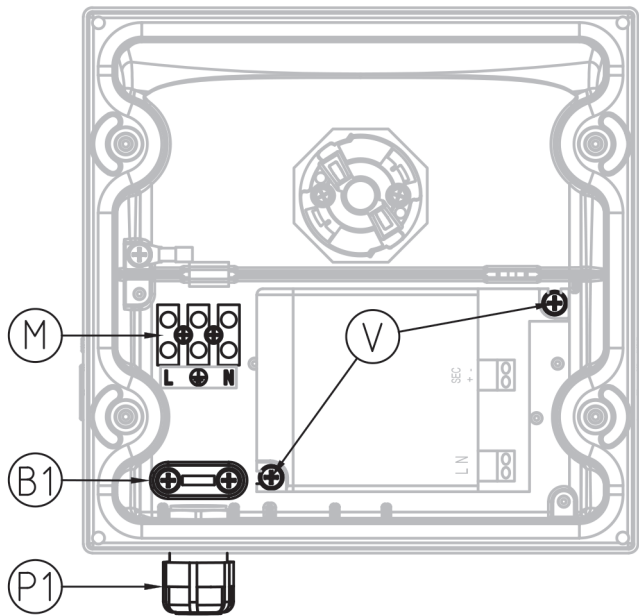

FIG. 17 NEXT 1 electrical wiring CL.1
ELEKTRISCHER ANSCHLUSS NEXT 1 AUSFÜHRUNG CL. I (siehe Abbildung 17)
- **NEXT 1 Branchement électrique CL. I** (voir **figure 17**);